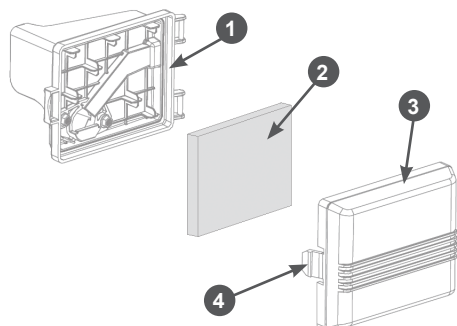

Рис. 18 Обслуживание воздушного фильтра
1. Нажмите на защёлку 4 и снимите крышку 3 воздушного фильтра (Рис. 18).
2. Извлеките из корпуса 1 фильтрующий элемент 2 (Рис. 18).
5. Произведите очистку крышки 3 и корпуса 1 воздушного фильтра, не допуская попадания пыли и грязи в воздухопровод, ведущий к карбюратору (Рис. 18).